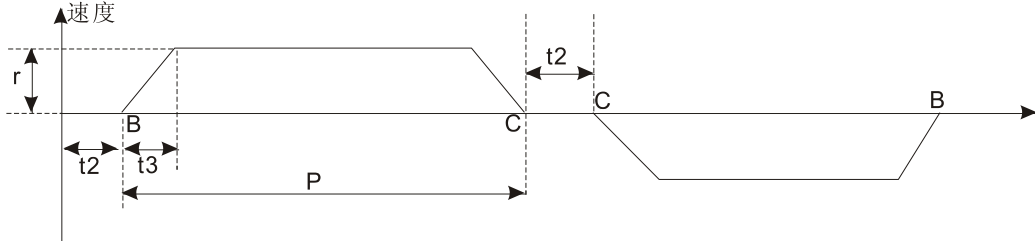

图 7.18 B-C 运行示意图
(2) B 点往复运行至 C 点 4 次, 每次延时 100ms, 单一周期如下图所示, 如图 7.18 所示。